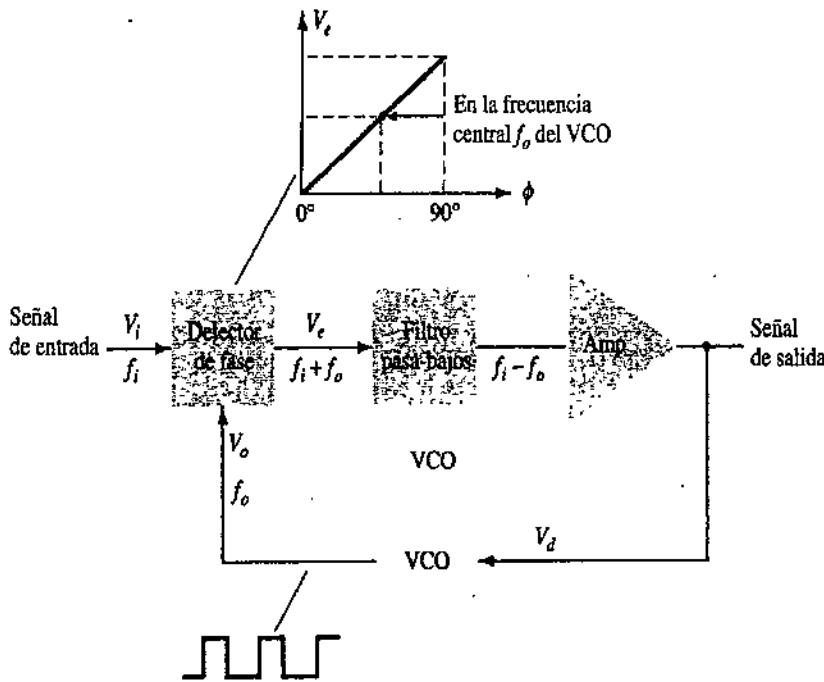

Figura 5.17 Diagrama de bloques del lazo de seguimiento de fase básico (PLL).
Un lazo de seguimiento de fase (PLL, por sus siglas en inglés) es un circuito electrónico que consiste de un detector de fase, un filtro pasabajas y un oscilador controlado por voltaje, conectados tal como se muestra en la figura 5.17. Las aplicaciones comunes de un PLL incluyen; 1) sintetizadores de frecuencia que proporcionan múltiplos de una señal de frecuencia de referencia [por ejemplo, la frecuencia portadora para unidades de canales múltiples de la banda ciudadana (CB) o unidades de la banda marina que puede generar con una sola frecuencia controlada por cristal y sus múltiplos generados por medio de un PLL]; 2) redes de demodulación FM para operación en FM con excelente linealidad entre la frecuencia de señal de entrada y el voltaje de salida del PLL; 3) demodulación de las dos frecuencias de transmisión de datos o portadoras en transmisiones de datos digitales utilizados en la operación de codificación con desplazamiento de fase (FSK), y 4) una amplia variedad de áreas, incluyendo módems, receptores de telemetría y transmisores, decodificadores de tono, detectores de AM y filtros de rastreo.
Una señal de entrada,  $V_c$ , y otra de un VCO,  $V_o$ , son comparadas por un comparador de fase (consulte la figura 5.17) proporcionando un voltaje de salida,  $V_e$ , que representa la diferencia de fase entre las dos señales. Después, este voltaje alimenta a un filtro pasabajas que proporciona un voltaje de salida (amplificado de ser necesario) que se puede tomar como el voltaje de salida del PLL, y se utiliza
La operación básica de un circuito PLL se puede explicar con el circuito de la figura 5.17 como referencia. Consideraremos primero la operación de los diversos circuitos en el lazo de seguimiento de fase cuando el lazo está operando en seguimiento (la frecuencia de la señal de entrada y la frecuencia del VCO son la misma). Cuando la frecuencia de la señal de entrada es la misma que la del VCO en el comparador, el voltaje  $V_o$ , tomado como salida, es el valor necesario para mantener al VCO en seguimiento con respecto de la señal de entrada. Entonces, el VCO proporciona en su salida una señal de onda cuadrada de amplitud fija a la misma frecuencia de la entrada. La mejor operación se obtiene si la frecuencia central del VCO,  $f_o$ , coincide con el voltaje de polarización a la mitad de su rango de operación lineal. El amplificador permite este ajuste en el voltaje de de a partir del que se obtuvo como salida del circuito de filtro. Cuando el lazo está en seguimiento, las dos señales que entran al comparador son de la misma frecuencia, aunque no necesariamente están en fase. Una diferencia de fase fija entre las dos señales que entran al comparador da como resultado un voltaje de de fijo hacia el VCO. Los cambios en la frecuencia de la señal de entrada dan entonces como resultado un cambio en el voltaje de de hacia el VCO. Dentro de un rango de
La demodulación o detección de FM puede lograrse directamente usando el circuito PLL. Si se selecciona o designa la frecuencia central del PLL a la frecuencia portadora FM, el voltaje filtrado o de salida del circuito de la figura 5.17 resultará ser el voltaje demodulado deseado, pero variará en valor proporcional con la variación de la frecuencia de la señal. Por tanto, el circuito PLL opera como un recortador, limitador y demodulador completo de frecuencia intermedia (IF), igual a los necesitados para los receptores de FM.